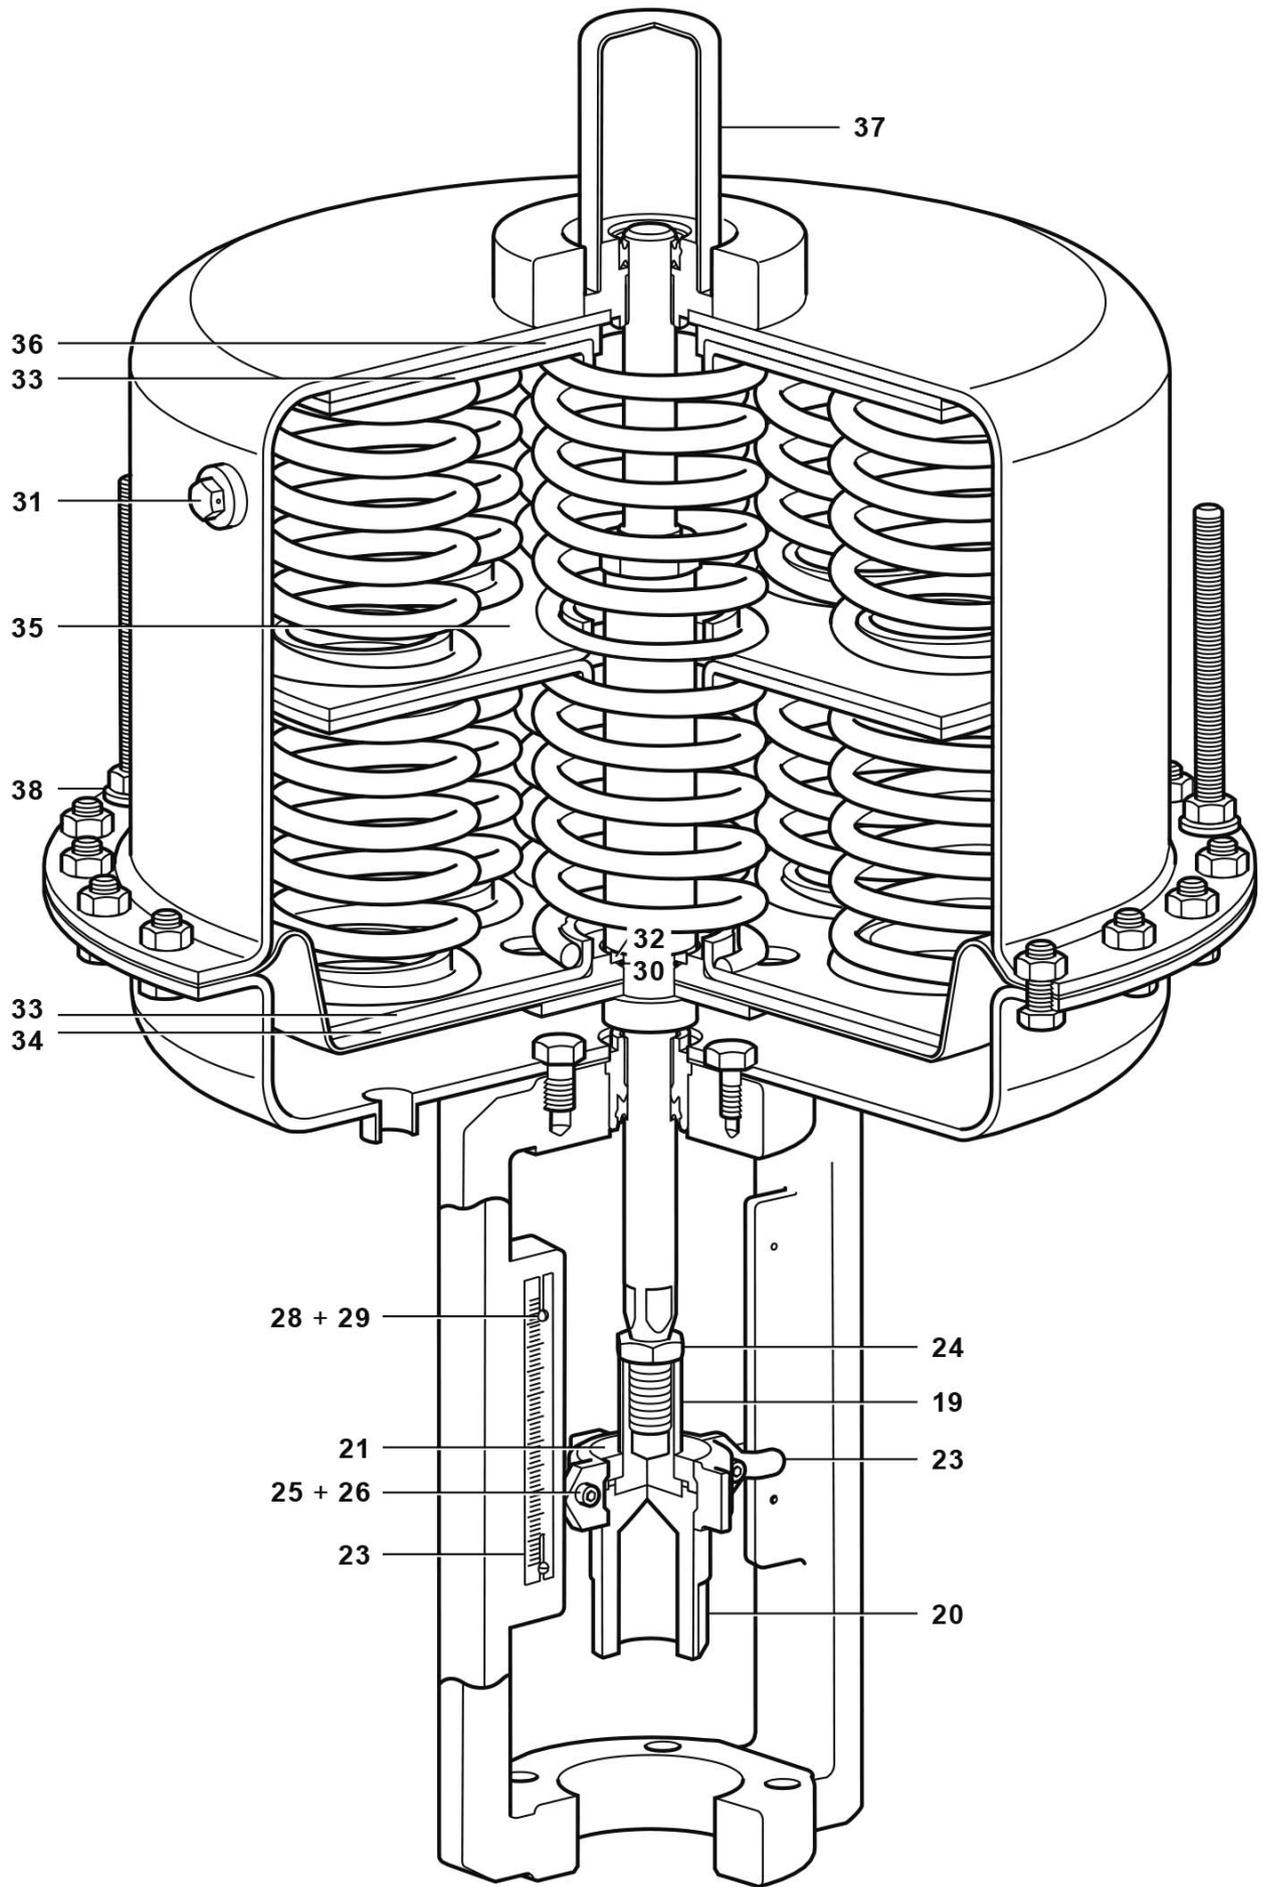

Fig. 3 - PN9400E
3.1 Montage de l'actionneur PN9100E, PN9200E, PN9300E ou PN9400E sur la vanne (Fig. 3 et 4) :
- Enlever les clamps avant et arrière (13 et 14). Puis retirer l'adaptateur de vanne (11).
- Mettre l'adaptateur de vanne (11) sur la tige de vanne et pousser manuellement le clapet en position fermée.
Pour ajuster le point de réglage, voir Fig. 3 et procéder de la manière suivante :